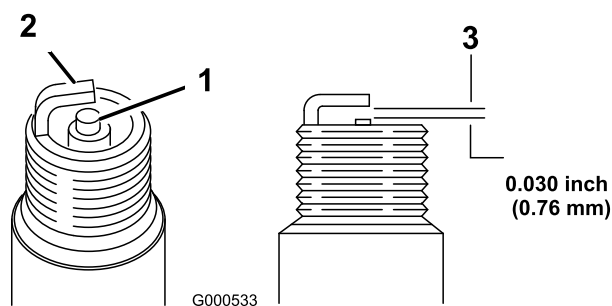

Figura 45
1. Uităi-vă la centrul bujiilor (Figura 45).
2. Verificai distanța dintre electrozii central și lateral (Figura 45) și îndoiți electrodul lateral dacă distanța nu este corectă.